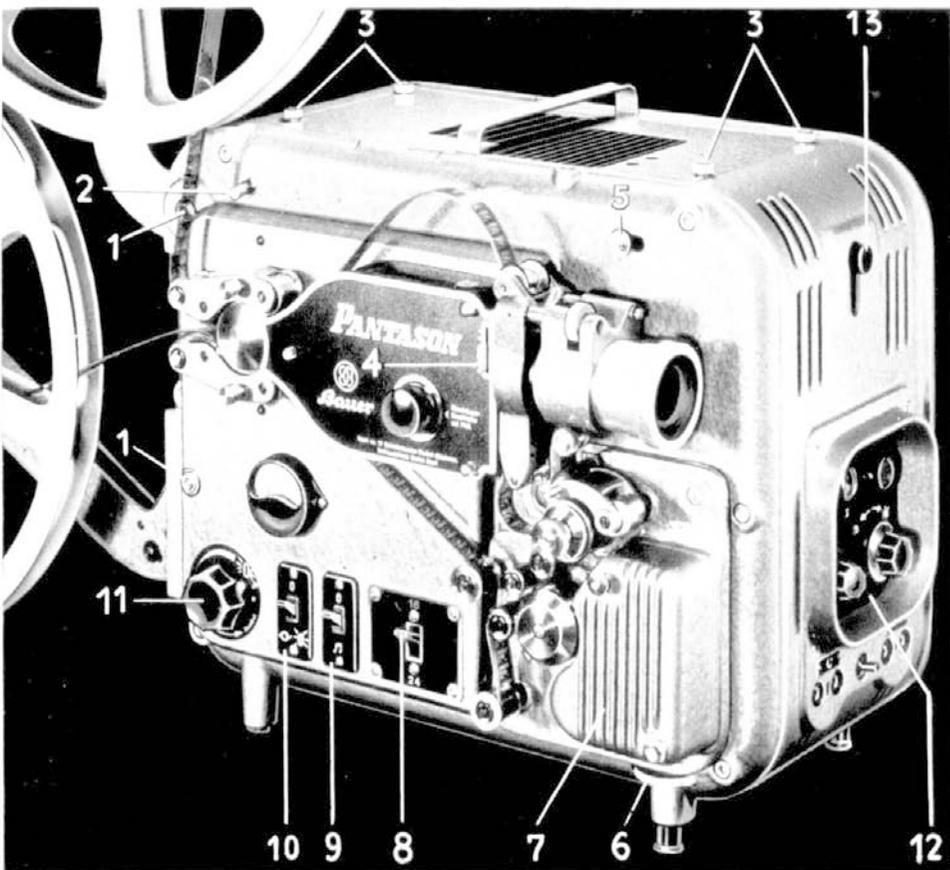
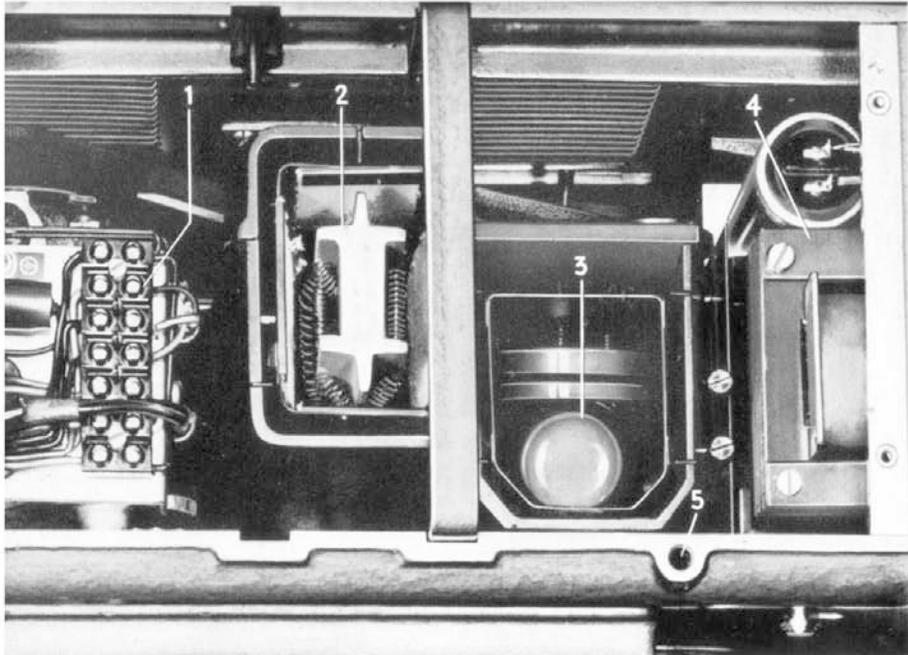
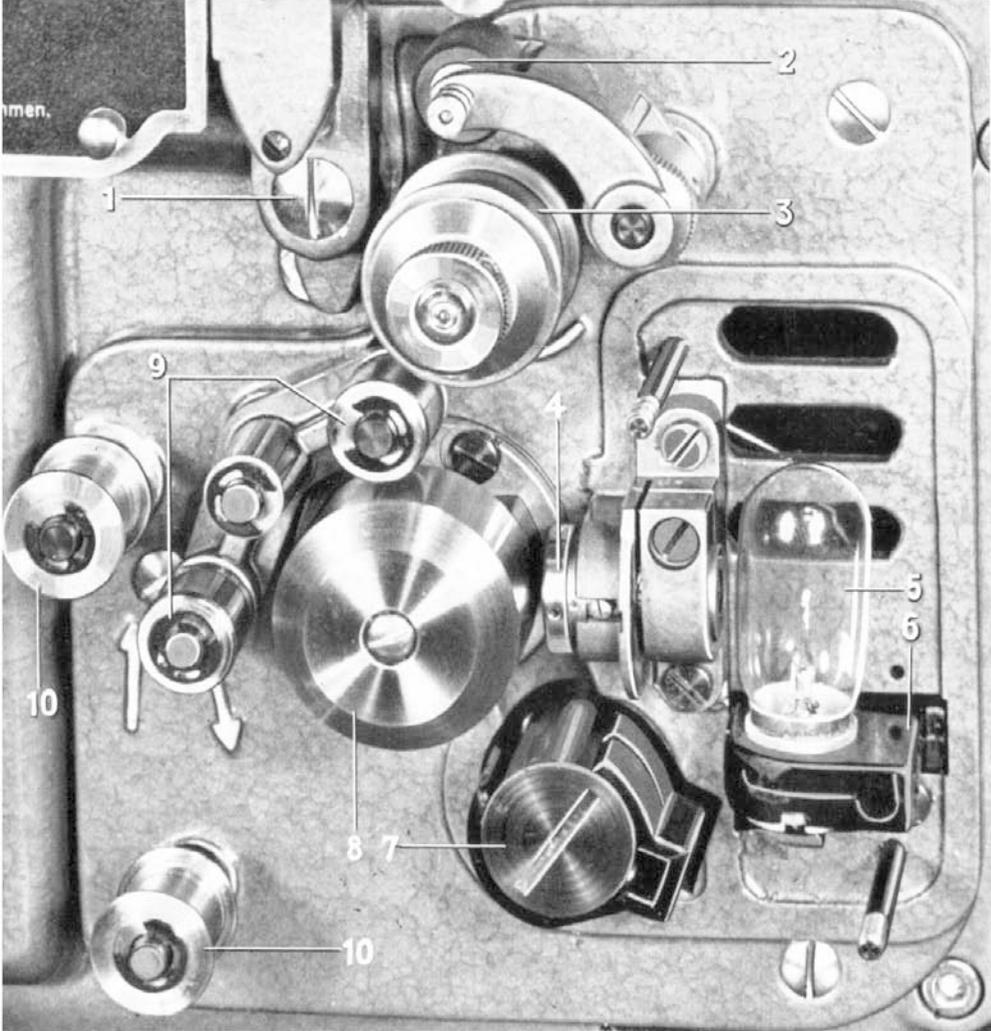

Abb. 2: Bediensseite des Projektors.
Abb. 12: Gerät von oben.
Abb. 13: Tongerät mit abgenommenem Tonlampenhaüs.
3. a) Einsteckwiderstand (Abb. 12/2) der vorliegenden Netzspannung anpassen. — Der Widerstand kann nach oben herausgezogen werden.
- b) Spannungswähler (Abb. 2/13) auf die jeweilige Netzspannung einstellen.
Der Schalter der Tonlampe befindet sich rechts neben dem Hauptschalter auf der Frontseite des Projektors. Durch Herunterdrücken dieses Schalters erhält die Tonlampe Strom, nachdem zuvor auch der Hauptschalter des Projektors (Abb. 2/10) eingeschaltet wurde. Bewegt man nun bei etwa halb aufgedrehtem Lautstärkeregler einen Papierstreifen zwischen der Tonoptik und der umlaufenden Tonbahn hindurch, dann ist im Rhythmus der Lichtunterbrechungen, die der Papierstreifen besorgt, ein knackendes Geräusch aus dem Lautsprecher zu vernehmen. Dieses Geräusch zeigt an, daß die Tonanlage richtig arbeitet.
Die Spulenarme sind durch Ausschwenken bereits in Betriebsstellung gebracht. Die Spule mit dem vorzuführenen Film wird so auf die Achse am oberen Spulenarm gesteckt, daß die Perforationslöcher des Filmbandes mit den Zähnen der Transportrollen gleichzuliegen kommen. Der Film darf nirgends geschränkt oder verklemt werden. Vor und nach dem Filmkanal (am Bildfenster) müssen Schleifen gebildet werden. Die Türe am Filmkanal wird durch Verschieben des Verriegelungsknopfes (Abb. 2/5) nach rechts geöffnet und durch Hochklappen des Objektivhalters geschlossen.
7. Sofern notwendig, d. h. wenn das Projektionsbild nicht einwandfrei im Bildfensterrahmen steht, Bildstrich an dem rechts oben am Greiferkasten befindlichen gezahnten Schieber (Abb. 2/4) nachstellen.
Während der Einlegepause bleibt der Verstärker eingeschaltet. Vor dem Abbau des Geräts werden zuerst alle Schalter ausgeschaltet, dann die Stecker der freiliegenden Kabel aus den Steckern gezogen und schließlich die Spulenarme wieder eingeschwenkt. Vor dem Einschwenken des oberen Spulenarms muß der Rastknopf (Abb. 2/2) nach rechts oben gedrückt werden. Dadurch wird die Verriegelung des Armes gelöst.
Nach Beendigung der Vorführung muß die Gummirolle (Abb. 13/2) von der Beruhigungsrolle abgehoben werden. Bei längerem Aufliegen der Gummirolle im Ruhezustand des Geräts würde sonst an der Auflagestelle eine Fläche entstehen, die die Tonqualität beeinträchtigen würde. Wenn das Gerät mit einer Netzspannung von 110 oder 125 Volt betrieben wurde, ist es zum Schutz gegen Lampendefekte nützlich, nach dem Ende der Vorführung das Gerät für den Anschluß an 220 V einzurichten. Also: Einsteckwiderstand (Abb. 12/2) für 220 V einstecken und Stecker (Abb. 2/13) auf 220 V umstecken! — Wenn kein Ortswechsel beabsichtigt ist, ist diese Vorsichtsmaßnahme nicht nötig.
Ihre Aufgabe ist es, die elektrische Einrichtung des Projektors der vorliegenden Netzspannung anzupassen. Eine Aufschrift am Widerstandskörper gibt über die Verwendung Auskunft (siehe Abb. 12/2!). Widerstandswechsel kann nach dem Herausziehen des eingesteckten Widerstands geschehen. Es ist ratsam, zuvor das ganze Gerät durch Herausziehen des Steckers aus der Netzsteckdose von der elektrischen Stromzufuhr zu trennen.
Die Tonlampe ist nach Lösen der beiden Randelschrauben am Tonlampengehäuse und nach dem Wegnehmen dieses Gehäuses leicht zugänglich. Sie besitzt einen justierten Sockel und kann nach Lockern der Klemmschraube durch leichtes Drücken nach unten und gleichzeitiges Drehen am Glaskolben herausgenommen werden. In entsprechender Weise wird die neue Tonlampe eingesetzt. Die kleinen Justierflügel am Tonlampensockel müssen dabei in die Schlitze der Fassung einspringen. Durch Anziehen der Klemmschraube (Abb. 13/6) schützt man die Lampe gegen selbständige Lockerung und Veränderung der Lage. Dabei darf die Klemmschraube nur so stark angezogen werden, daß die Lampenfassung leicht festgehalten wird. Zu starkes Festklemmen könnte Spannungen im Glaskolben verursachen und zu vorzeitigen Lampendefekten führen. — Nur die Verwendung einer Original-BAUER-Tonlampe (30 Watt, 6 Volt, Bestellnummer GL 80/2Z) gibt Gewähr für gute Tonwiedergabe.